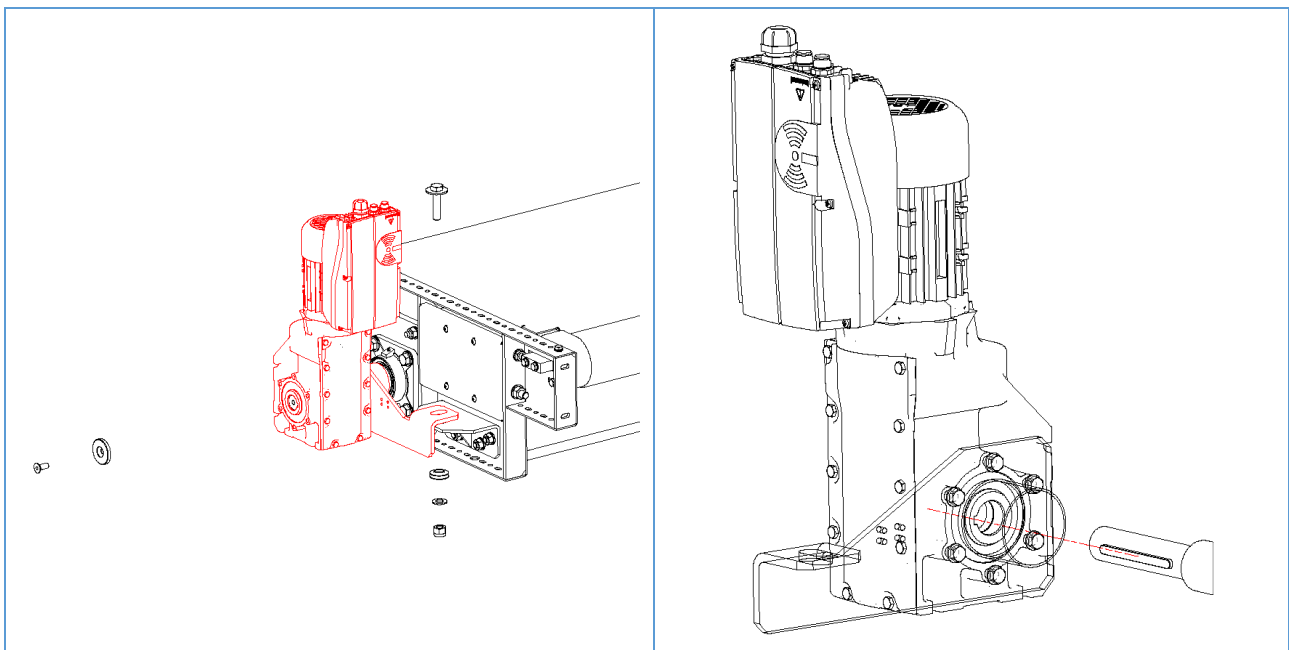

Figura 49 – Inserimento motoriduttore
4. Inserire il motoriduttore sull'albero di trasmissione verificando l'orientamento della chiavetta sull'albero in modo che corrisponda alla sua sede sul motoriduttore (vedi Figura 49).